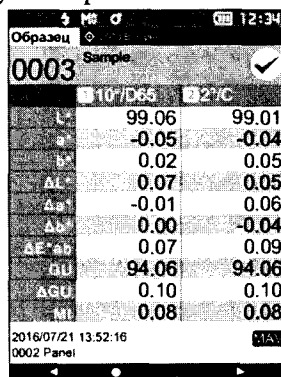
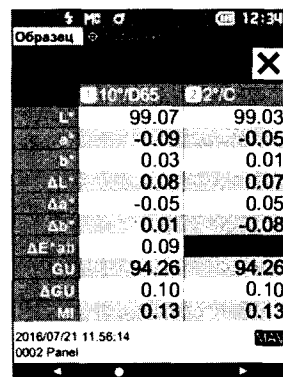

Рисунок 46
Рисунок 47
8.4.1.4.1 Нажмите клавишу , чтобы открыть экран «Образец» (рисунок 46). Наведите отверстие измерения образцов на измеряемую меру из набора отражающих мер координат цвета и координат цветности. Не допускайте сползания или перекоса. Нажмите на кнопку измерения. Выполняется измерение координат цвета и координат цветности, результаты которого выводятся на экран (рисунок 47). Номера данных мер присваиваются автоматически по порядку измерений.
8.4.1.6 Нажмите клавишу  $[\Phi/\wedge]$ , чтобы открыть экран «Образец» (рисунок 46). Наведите отверстие измерения образцов спектрофотометра на измеряемую меру из набора образцовых мер НО-5. Не допускайте сползания или перекоса. Нажмите на кнопку измерения. Выполняется измерение блеска, результаты которого выводятся на экран (рисунок 46). Номера данных мер присваиваются автоматически по порядку измерений. Провести измерения блеска каждой меры из набора образцовых мер НО-5 по 5 раз.